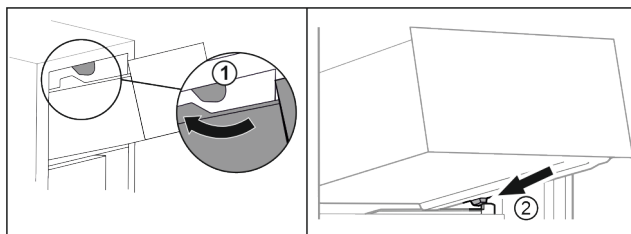

Fig. 14
- ▶ Poprowadzić szufladę wokół górnego stopera. Fig. 14 (1)
- ▶ Założyć szufladę pod skosem za dolnymi stoperami na żebro pojemnika. Fig. 14 (2)